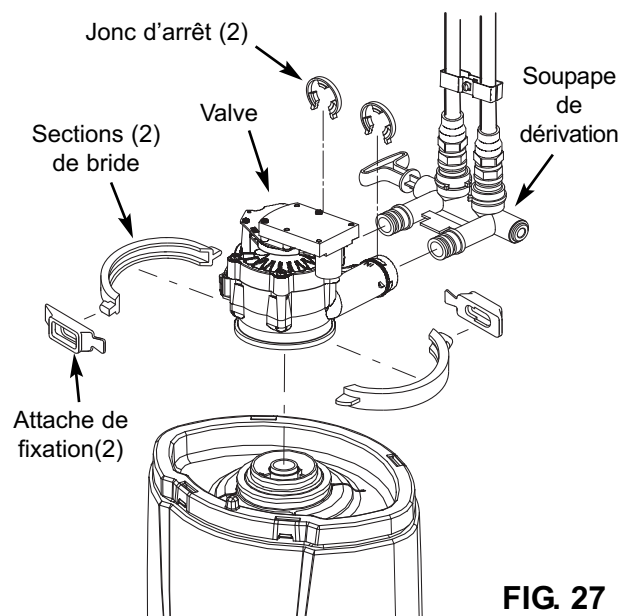

FIG. 27
6. Retirez les 2 attaches de fixation des 2 sections de la bride ainsi que celles-ci qui retiennent la valve au réservoir (voir la figure 27). Enlevez la valve en tirant vers le haut.